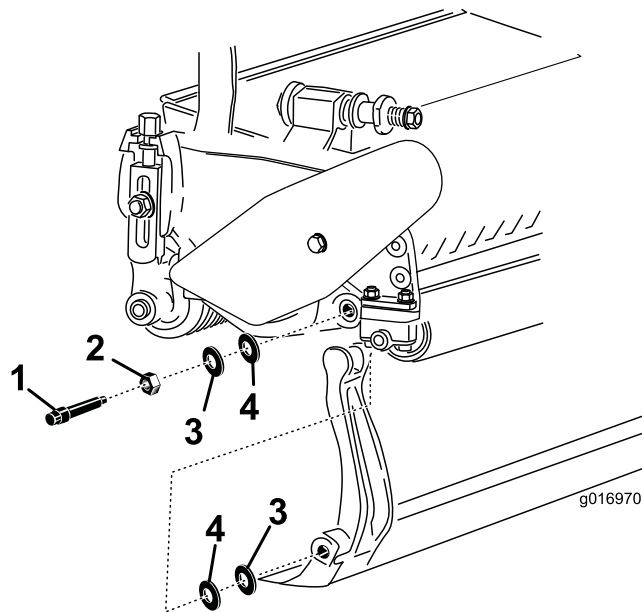

Рисунок 24
Не забудьте снять две нейлоновые и две штампованные стальные шайбы с каждой стороны планки неподвижного ножа (Рисунок 24).
3. Установите нейлоновую шайбу с каждой стороны выступа боковой пластины. Установите стальную шайбу с наружной стороны каждой из нейлоновых шайб (Рисунок 24).